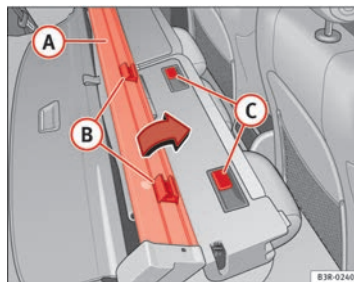

Fig. 121 Montar la cubierta del maletero / red de separación
- Coloque la red de separación **A** en el respaldo de modo que los soportes **B** se encuentren por delante de las guías **C** ⇒ fig. 121.